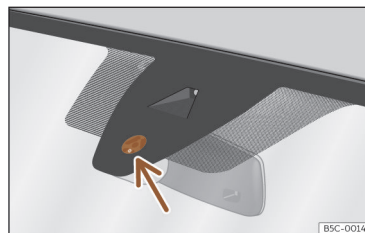

Fig. 113 Superfície sensível do sensor de chuva.
As possíveis causas de anomalias e interpretações errôneas na zona da superfície sensível >>> **Fig. 113** do sensor de chuva são, entre outras:
- **Sujidade:** o pó seco, a cera, o revestimento dos vidros (efeito lótus) ou os restos de detergente (lavagem automática) podem diminuir a eficácia do sensor de chuva ou fazer com que reaja mais tarde, mais lentamente ou que não funcione. Limpe regularmente a superfície sensível do sensor de chuva >>> **Fig. 113** (seta) e verifique possíveis danos nas escovas.